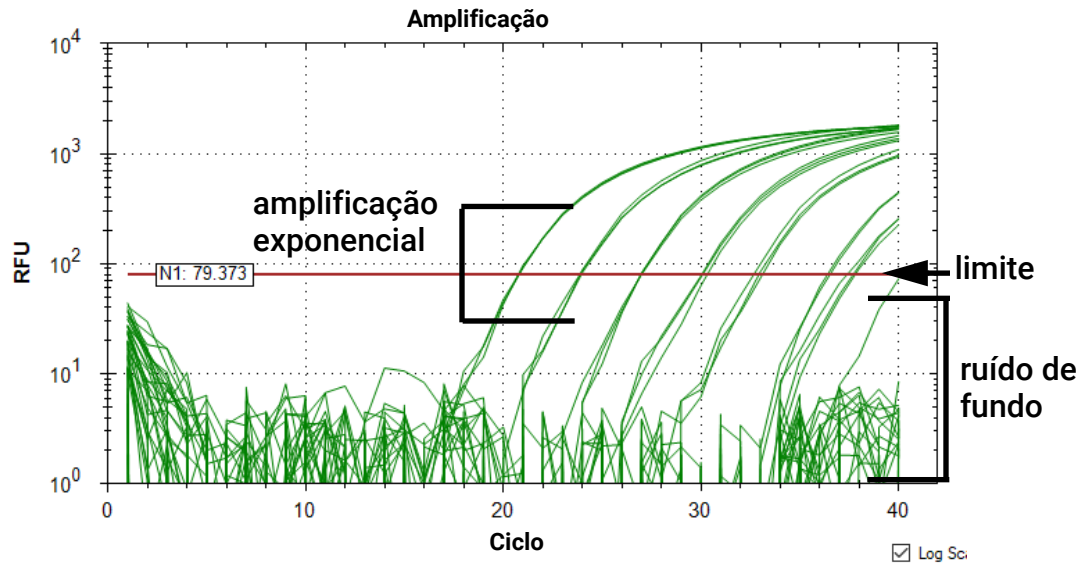

Figura 35 Gráfico de amplificação do Maestro para o alvo N1
- b) Determine se o limite é suficientemente alto para estar acima do ruído de fundo e suficientemente baixo para incluir os gráficos na fase de amplificação exponencial (consulte a **Figura 35**). Com base nesta determinação, prossiga como indicado na **Tabela 15**.